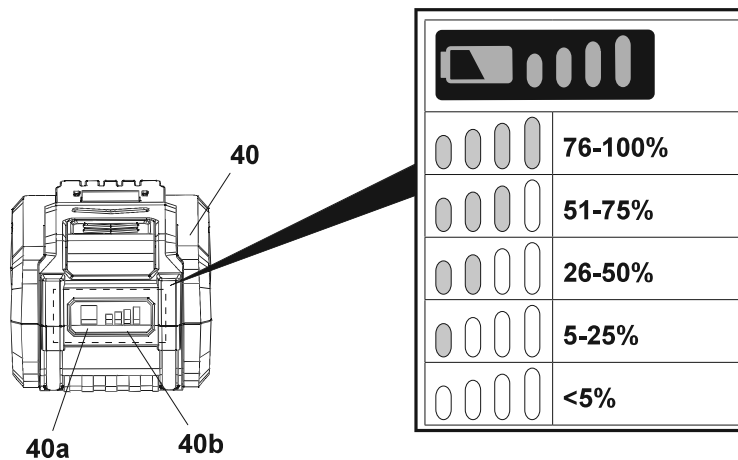

Fig. 23
A bateria (40) está equipada com os indicadores da capacidade da bateria (40b), que servem para indicar a capacidade restante da bateria. Prima o botão da capacidade da bateria (40a) para verificar a sua capacidade (Fig. 23). Os LED permanecem acesos durante cerca de 3 segundos.